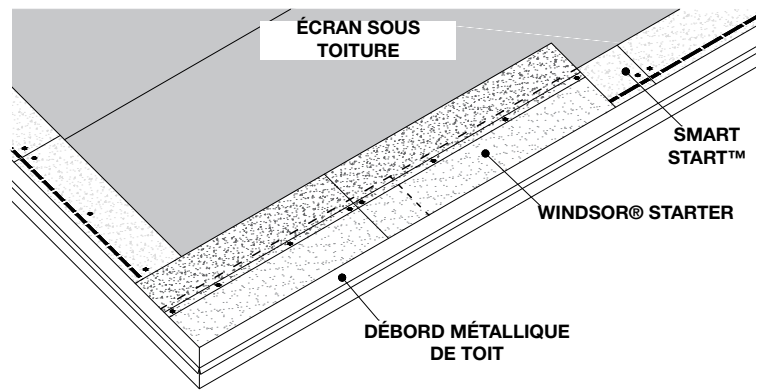

Figure 5 – Application de bardeaux d'amorce Windsor® sur Smart Start™ au bord de l'avant-toit
Fixer à l'aide de quatre (4) fixations placées entre les lignes peintes, à environ 25 mm (1 po) de chaque extrémité du rang de départ et les deux (2) restantes de manière équidistante sur la même ligne. Poursuivre sur toute la largeur du toit, en plaçant les bardeaux vaguement bout à bout pour éviter le gondolage, puis fixer ces derniers. **(Voir la Figure 5)**